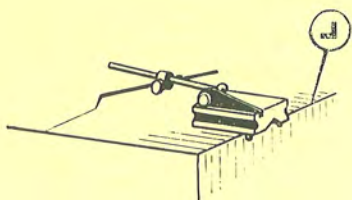

Fig. 1
- a) con lima piatta B. eseguire gli smussi sino alla linea tracciata (fig. 1);